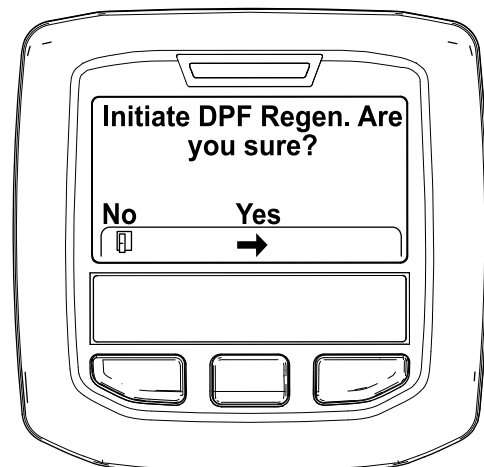

Figura 44
4. Quando surgir a mensagem "Initiate DPF Regen. Are you sure?" (Iniciar Regen. DPF. Tem a certeza?), prima o botão central (Figura 44).